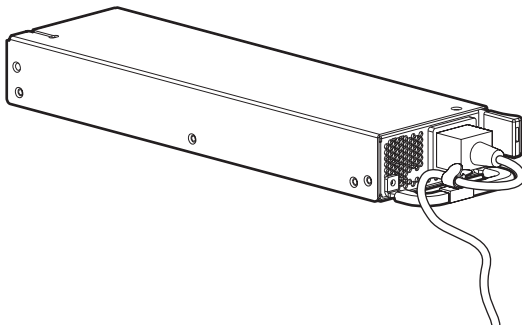

Figura 66 Coloque el cable de alimentación en la pinza sujetacables
3. Utilice la pinza sujetacables para fijar el cable de alimentación (Figura 66).